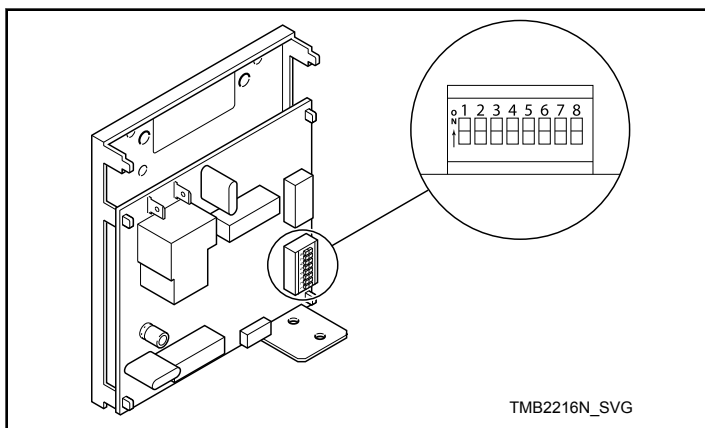

Figure 28
2. Noter les paramètres des commutateurs DIP de la commande de la machine, puis les désactiver. Se reporter à la *Figure 28*.